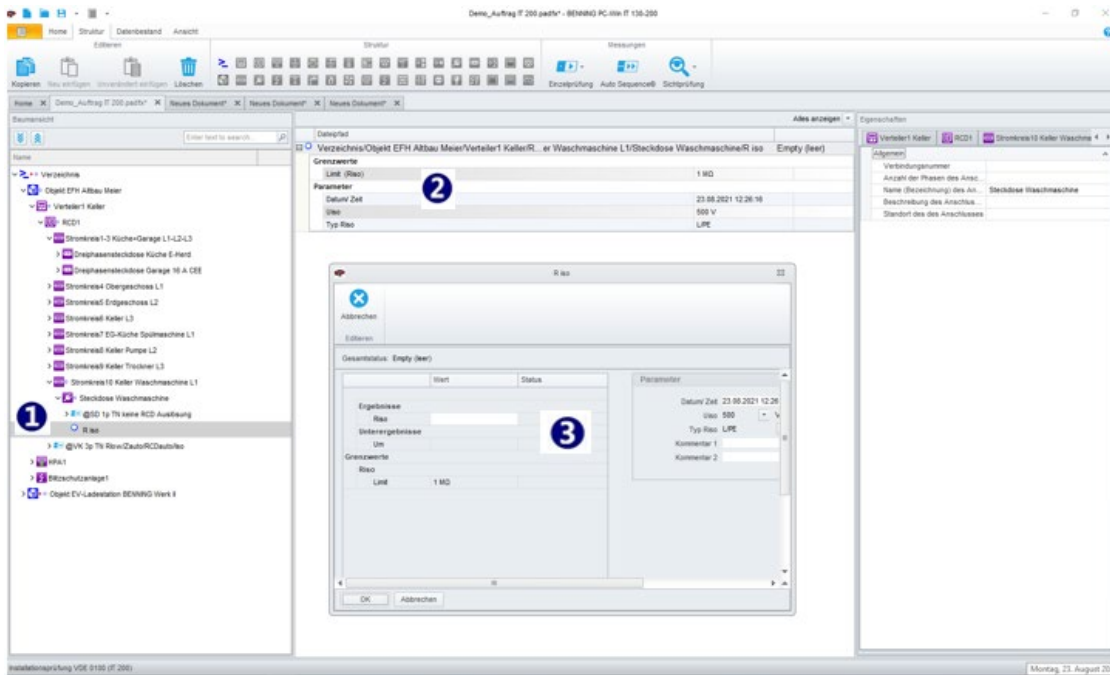

Abbildung 6.2: Parameter und Grenzwerte bearbeiten
- Klicken Sie auf OK, um die Einstellungen zu bestätigen, die Einzelmessung (1) wird an das ausgewählte Element angehängt, siehe **Abbildung 6.2**
- Parameter und Grenzwerte können später überprüft und neu eingestellt werden; ein Klick auf den Namen der Einzelmessung in der Baumansicht zeigt den Inhalt in der Ergebnisansicht (2) an; ein Doppelklick auf den Dateipfad in der Ergebnisansicht öffnet das Einstellungsfenster (3).
- Doppelklicken Sie auf die Auto Sequence®, um sie automatisch an das ausgewählte Strukturelement anzuhängen (1), siehe **Abbildung 6.2**.
- Wählen Sie eine Einzelmessung in der Baumansicht, um seinen Inhalt im Bereich der Ergebnisansicht (2) anzuzeigen.
- Doppelklicken Sie auf den Namen (Dateipfad) der Einzelmessung in der Ergebnisansicht (2), um das Einstellungsfenster (3) zu öffnen.